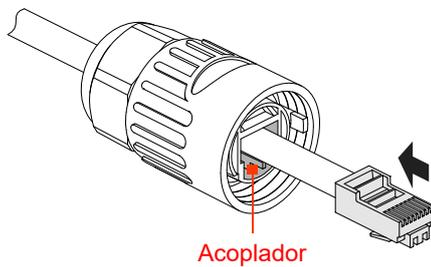

Figura 3-30 Posición del acoplador
Paso 2 Después de prensar los cables, inserte el conector RJ45 en el receptáculo (como se muestra en la Figura 3-30). A continuación, atornille el puerto RJ45.